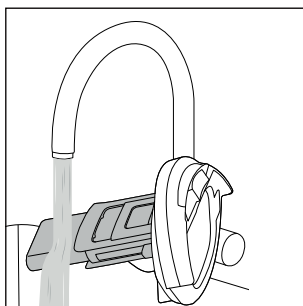

Fig. 25
- ◆ Nettoyez le filtre à impuretés **10**, le flotteur **8** et le couvercle du réservoir d'eau sale **9** à l'eau courante chaude (voir fig. 25). Utilisez un produit de nettoyage doux si nécessaire.